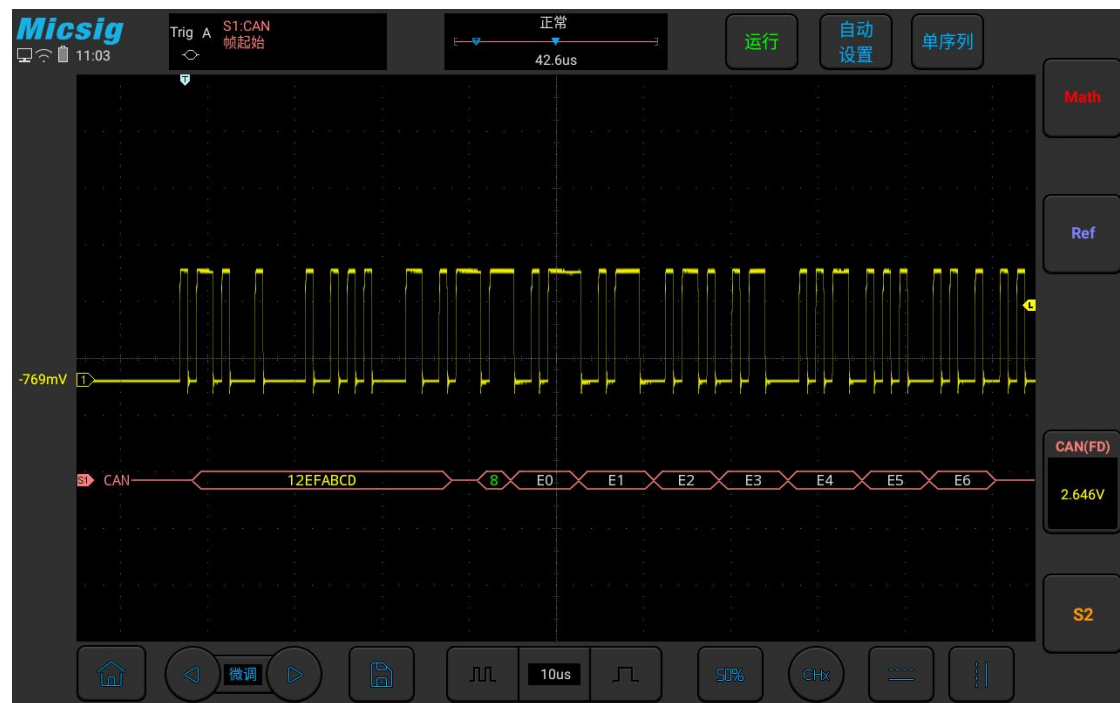

图 11-16 CAN 图形界面
- (1) 轻点 S1 打开解码通道, 向左轻扫 S1 打开总线配置菜单;
- (2) 选择总线类型为“CAN”, 依次点选“Ch1”“CAN_H”“500kb/s”, FD 波特率设置为“无”, 设置完成后点按空白区域关闭菜单;
- (3) 打开触发方式配置菜单, 点选“帧起始”;
- (4) 依据信号幅值调节阈值电平; CAN 触发图形界面见图 11-16: